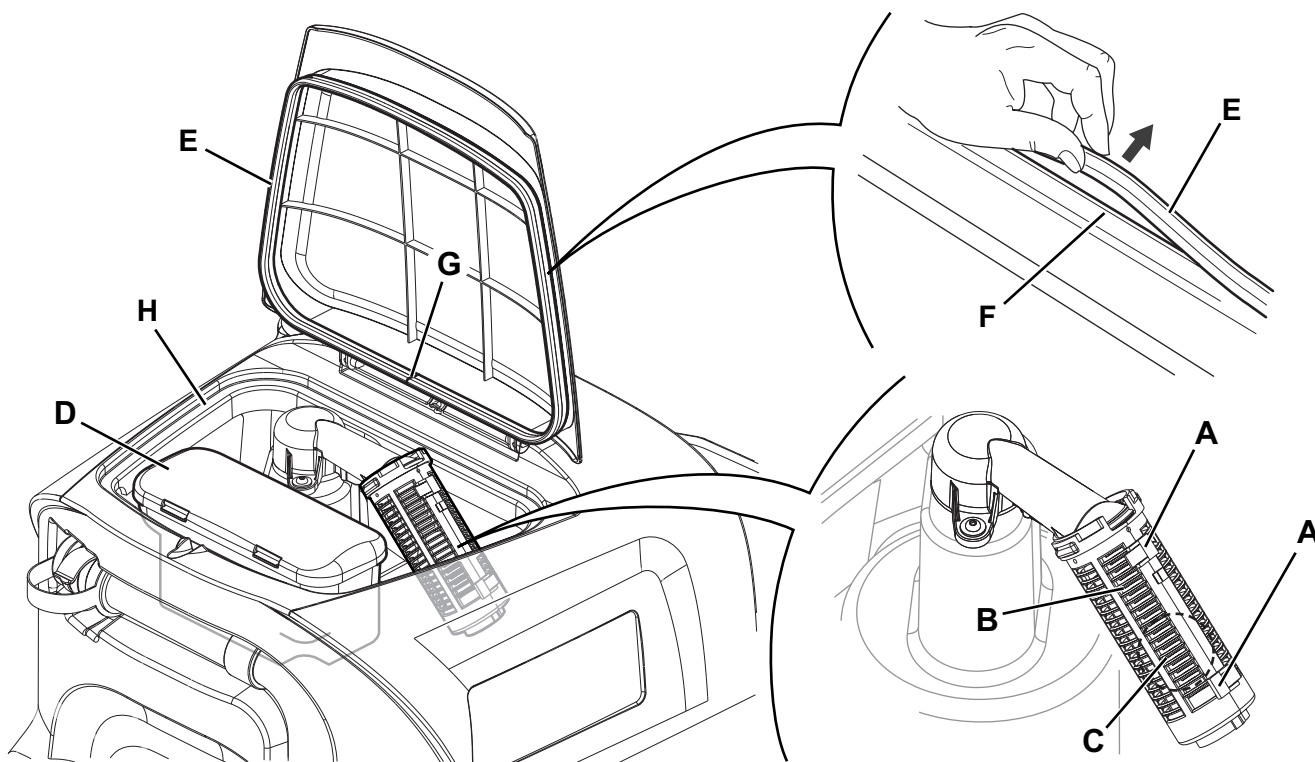

Abbildung 11
2. Sicherstellen, dass das Gerät ausgeschaltet und der Bedienerschlüssel (41) herausgezogen wurde.
3. Deckel (18) anheben.
4. Das Tankinnere (17) und den Deckel reinigen und mit sauberem Wasser waschen.
5. Durch das Ablaufrohr (26) das Wasser aus dem Tank ablassen.
6. Sauggitter (28) reinigen, Haltevorrichtungen (A, Abb. 11) lösen, Gitter (B) öffnen und Schwimmer (C) entnehmen. Sorgfältig reinigen und wieder einbauen.
7. Den Schmutzfangkorb (D) ausbauen und dessen Deckel öffnen, dann sorgfältig reinigen und wieder am Ansaugrohr anbringen.
8. Die Unversehrtheit der Deckeldichtung (E) des Tanks prüfen.